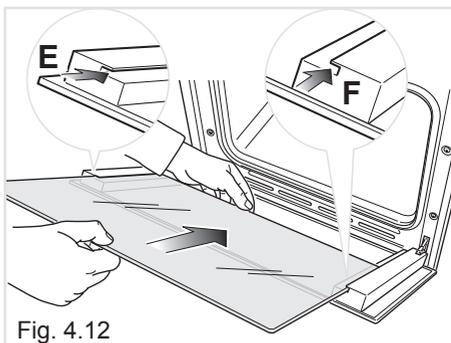
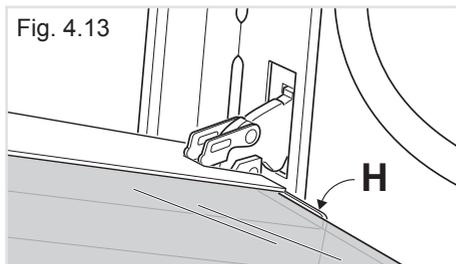

Fig. 4.12
Fig. 4.13
- Inserire il vetro nelle guide "E" ed "F" (fig. 4.12) e farlo scorrere dolcemente fino ai fermi "H" (fig. 4.13).